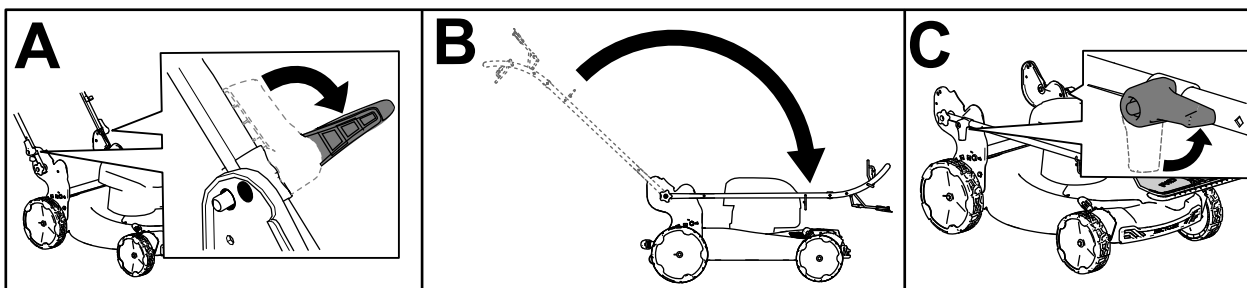

Рисунок 14
2. Отпустите фиксаторы рукоятки настолько, чтобы можно было свободно перемещать верхнюю рукоятку (вид А на Рисунок 14).
3. Сложите рукоятку вперед и заблокируйте фиксаторы рукоятки (виды В и С на Рисунок 14).